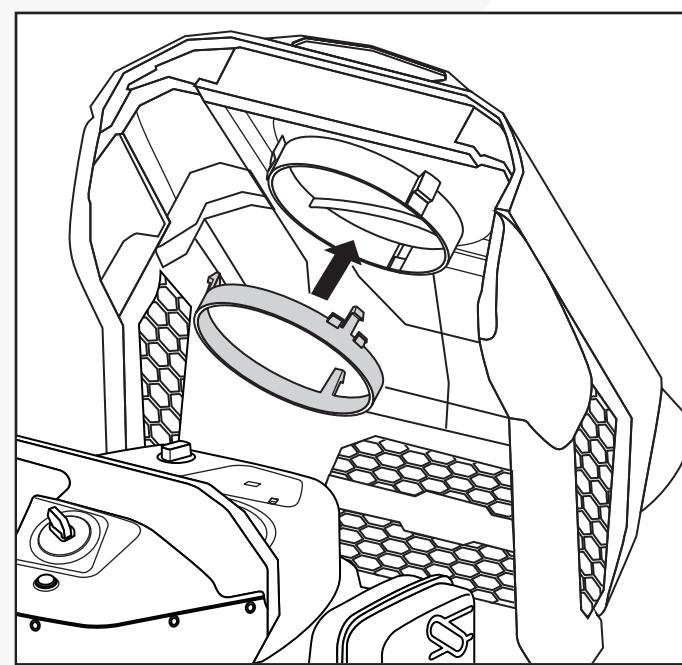

Fig. 3
- Abra la cubierta del motor e instale el anillo del conducto de aire en el interior de la cubierta del motor. (Fig. 3)